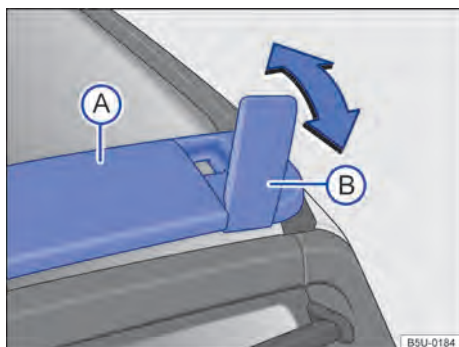

Fig. 117 No teto: travessa e suporte articulado.
Utilizar somente a travessa do teto → Fig. 117 (A) e os suportes articulados (B) como apoio para fixar os objetos com maior altura ou que não possam ser acomodados totalmente no assoalho do compartimento de carga → ⚠️.